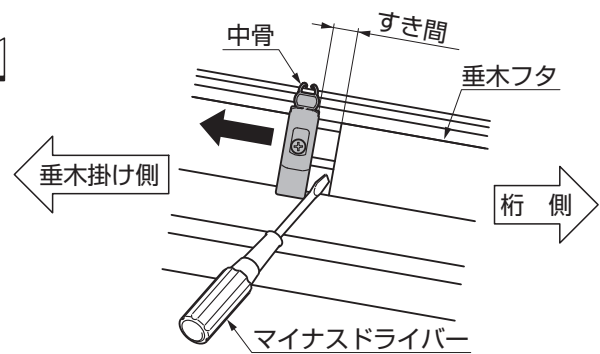
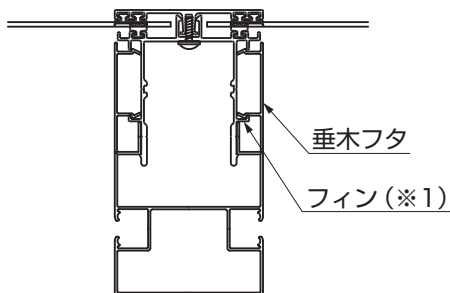
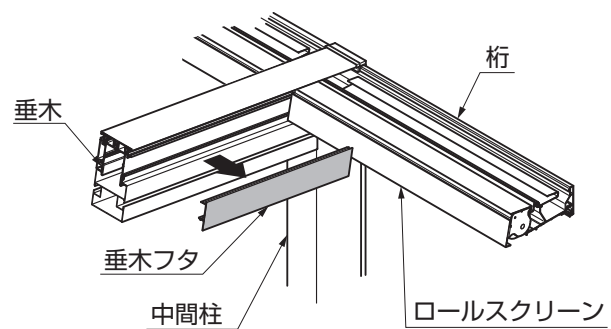

図1-2 A部詳細図
図1-3
図1-4
- ②中骨と垂木フタの間にできるすき間に、マイナスドライバー等を差込み、垂木フタを取外してください。(図1-2、図1-3、図1-4参照)
- 垂木フタは、差込んだマイナスドライバー等で、下側のフィン(※1)を押上げると容易に取外せます。(図1-3参照)